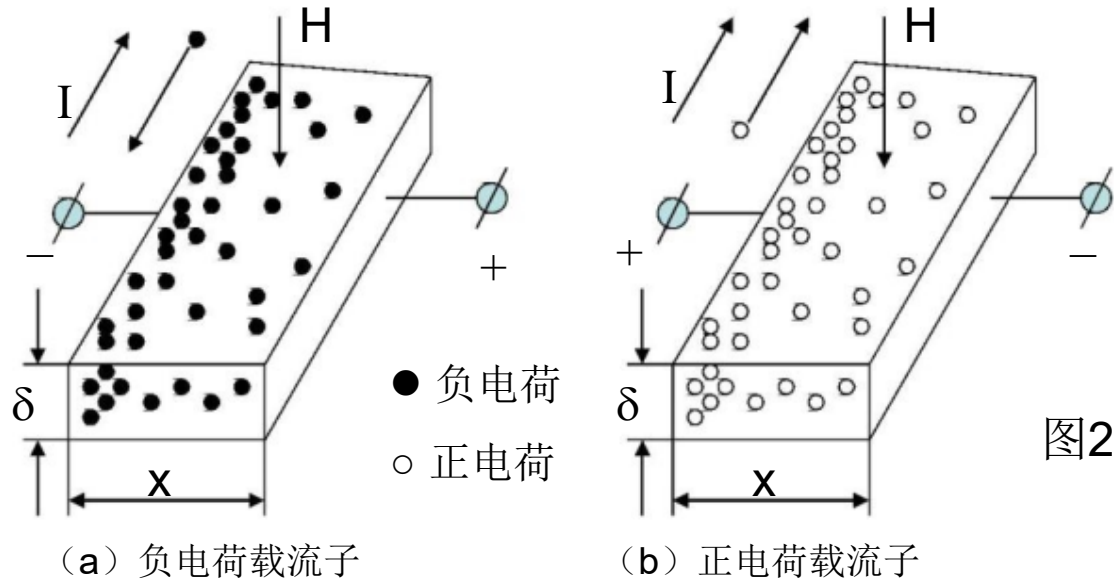

图2.1 霍尔效应原理
- 从这个电位差的正反，就可以知道载流子是带正电或负电。其原理是洛伦茨力作用的结果，也就是当电流通过磁场时，不管载流子是正还是负，只要电流方向一定，那么它的作用力的方向也就相同，这就使得载流子的分配偏在同一方向，如图2.1所示。